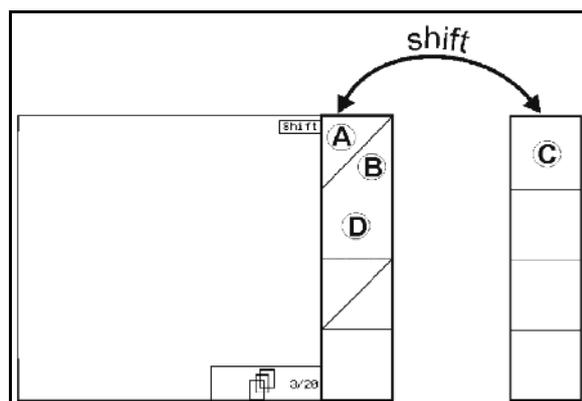

Fig. 10
- Lorsque vous appuyez sur la touche Shift, d'autres champs s'affichent (Fig. 10) et les fonctions des touches sont modifiées en conséquence.